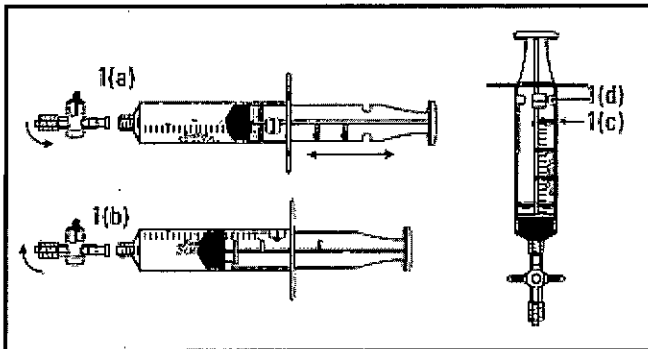

Figura 1.
1. Examine la llave de paso (figura 1(a)). La llave de paso tiene dos conexiones luer para la conexión de la aguja y de la jeringa. Puede intercambiarse aire si la llave de paso está abierta. La llave de paso está abierta cuando está alineada de forma paralela a la jeringa, y está cerrada cuando se encuentra en posición perpendicular a la jeringa (como se muestra).
2. Examine la jeringa (figura 1). El cilindro de la jeringa tiene una patilla de detención (figura 1 (d)) y el émbolo de la jeringa tiene cuatro aletas de bloqueo (figura 1(c)). El émbolo de la jeringa se puede manejar dentro del cilindro de la jeringa para bloquearla y desbloquearla. Para bloquear la jeringa, tire hacia atrás del émbolo hasta que se alinee con el volumen de succión deseado (figura 1(a)). Gire el émbolo en el sentido de las agujas del reloj para que la aleta de bloqueo encaje en las aletas de bloqueo del émbolo (figura 1(b)). Gire el émbolo en el sentido contrario al de las agujas del reloj para soltarlo.